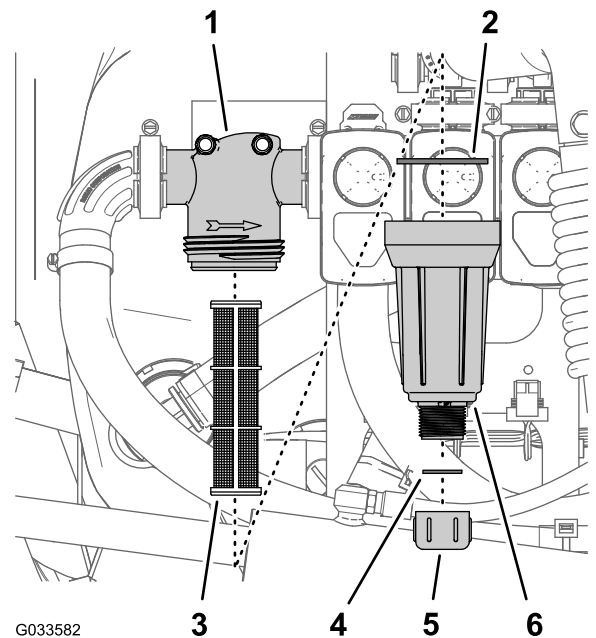

图 97
- 在压力式滤清器下放置一个排放盘图 97。
- 逆时针旋转排油盖然后将其从压力式滤清器的油碗中取出图 97。
- 逆时针旋转油碗然后拆下滤清器头图 97。
- 拆下压力式滤清器的滤芯图 97。
- 检查排油塞的垫片在油碗内侧和油碗的垫片在滤清器头内侧是否有磨损和损坏图 97。
- 将压力式滤清器滤芯安装到滤清器头中图 97。
- 将油碗安装到滤头上并用手紧固图 97。
- 将排油盖安装到油碗底部的接头上然后用手拧紧排油盖图 97。